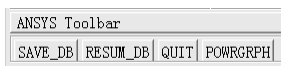

图 4-28 工具条
(9) 单击操作界面左上角工具条中的“SAVE\_DB”按钮(见图 4-28), 保存文件。